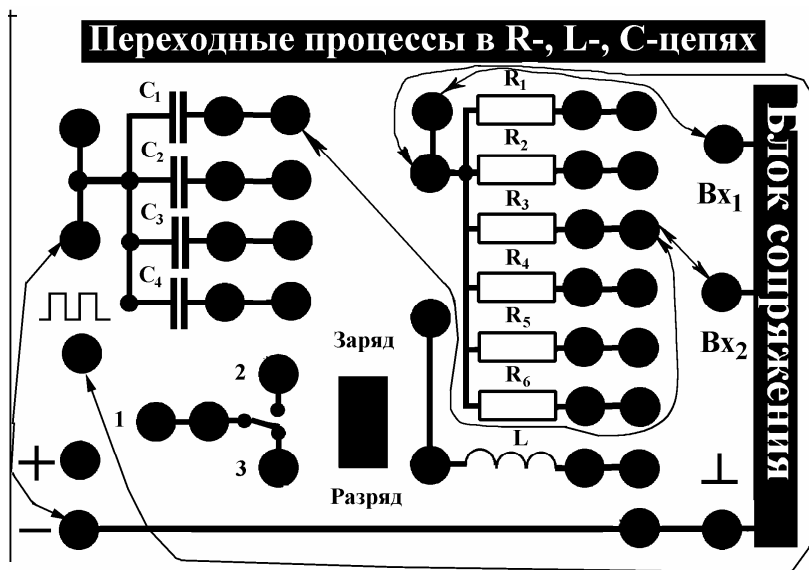

Рис. 9. Соединение элементов учебной платы для выполнения упражнения 2.
**ЭКСПЕРИМЕНТ 1.** В этом режиме осуществляется эксперимент с RC-цепочкой, для которой постоянная времени  $\tau \gg 1$  секунды, что позволяет наблюдать процессы заряда и разряда конденсатора в режиме реального времени. Предварительно следует собрать электрическую схему в соответствии с заданием (см. упражнение 1, рис.9), в качестве элементов цепочки необходимо использовать  $R_6$  и  $C_4$ , обеспечивающих требуемое значение  $\tau$ . На вход  $V_{x1}$  подается сигнал с контакта 1 ключа <<заряд—разряд>>, а на вход  $V_{x2}$  - с конденсатора  $C_4$ . При этом ключ должен находиться в положении <<разряд>>. Для начала эксперимента следует нажать клавишу <<ENTER>>.
1. Соберите электрическую схему в соответствии с рис. 9, при этом в эксперименте используются конденсатор  $C_1$  неизвестной емкости и известное сопротивление  $R_3 = 2\text{кОм}$ . На вход  $Vx_1$  подается сигнал с генератора прямоугольных импульсов, а на вход  $Vx_2$  — с конденсатора  $C_1$ .
1. Соберите электрическую схему в соответствии с рис. 9, при этом в эксперименте используются конденсатор  $C_1$ , емкость которого была определена в упр. 2, и неизвестное сопротивление  $R_4$ . На вход  $V_{x1}$  подается сигнал с генератора прямоугольных импульсов, а на вход  $V_{x2}$  — с конденсатора.